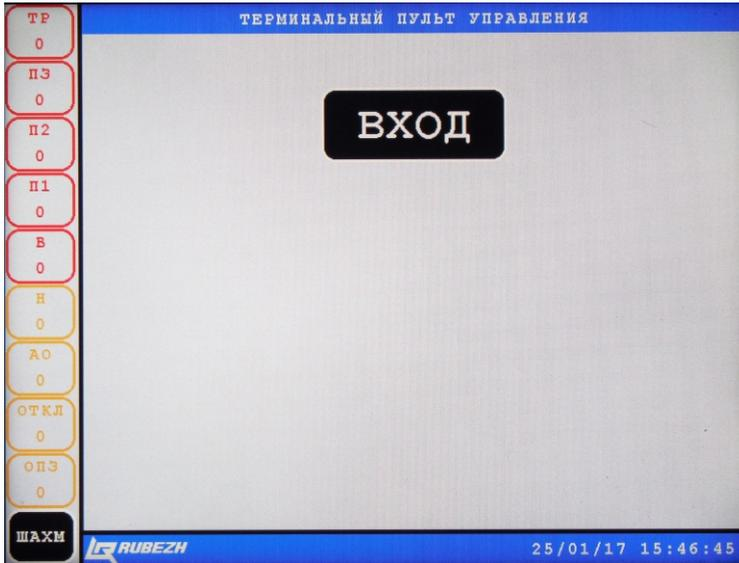

Рисунок 2
5.6 Нажатие кнопки ВХОД в рабочей области главного окна (рисунок 2) приводит к открытию окна ПАРОЛЬ (рисунок 3).